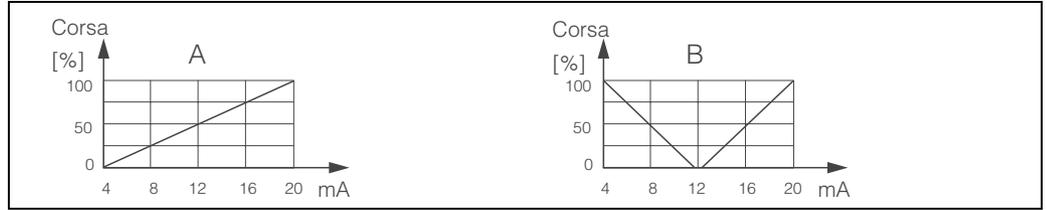

fig. 25: A: Diagramma di alzata di una valvola di controllo
- Con processi bilaterali, il campo completo della variabile di controllo da -100% ... +100% è rappresentato dal campo di corrente dato. Una variabile di controllo dello 0% indica una corrente di 10 mA (a 0...20 mA) o di 12 mA (a 4...20 mA), (v. fig. 25).